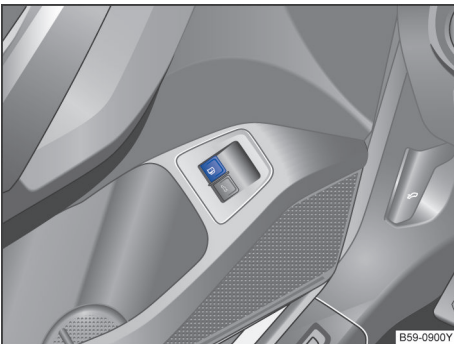

图 183 混合动力车型燃油箱盖板开关（在驾驶员侧车门内）
- 向上拉驾驶员侧车门内的按钮  → 图 183。燃油箱盖板自动打开。